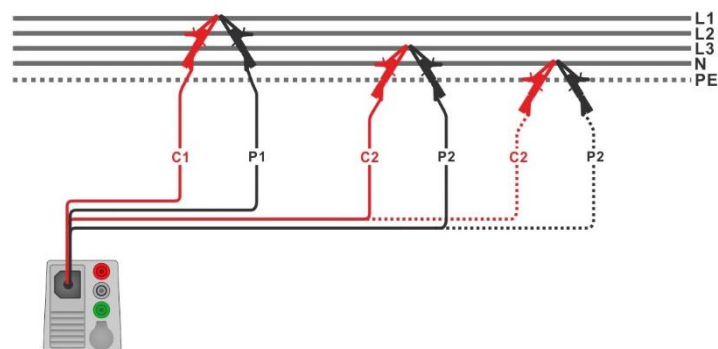

Abbildung 7.58: Phase-Phase oder Phase-Neutraleiter 4-Leiter Leitungsimpedanzmessung
- Schließen Sie den 4-Leiter Prüfadapter am Prüfling an, siehe **Abbildung 7.58**.